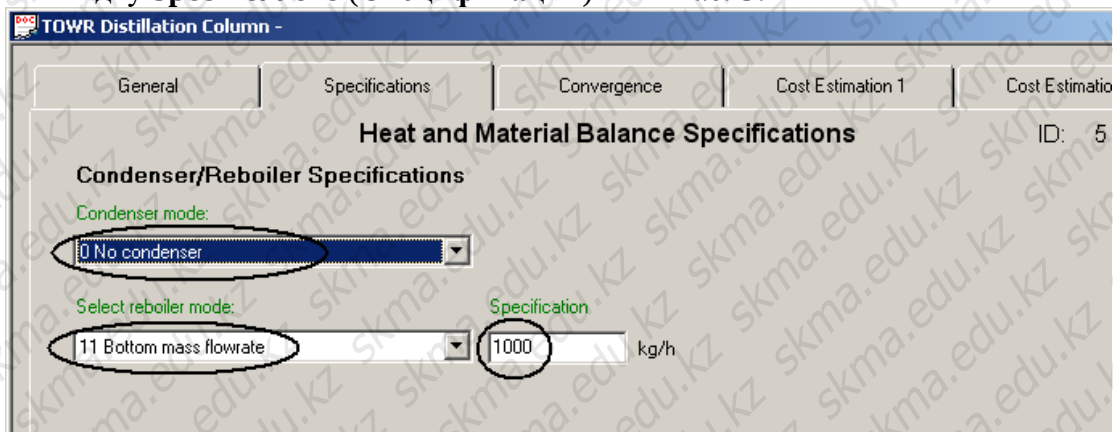

Рис. 5. Настройка колонны ID №6. Вкладка «Specifications».
8. После завершения ввода параметров во вкладке **General** перейти на следующую вкладку **Specifications (Спецификации)** – см. Рис. 5.